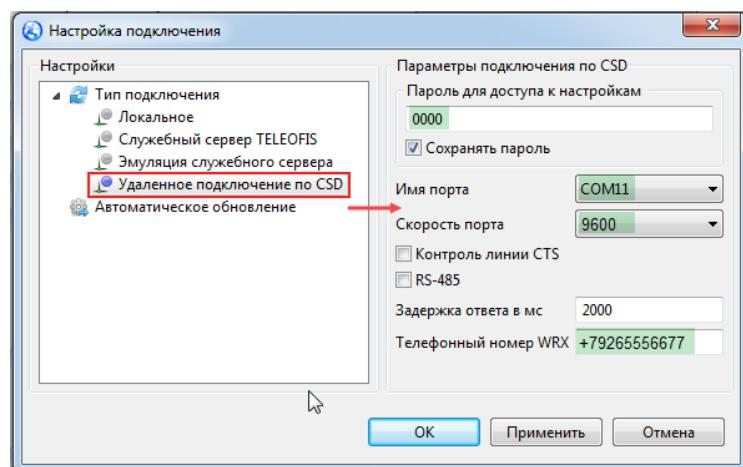

Рис. 36. Настойка подключения по CSD.
- В окне **Настройка подключения** в левой части окна выберите **Удалённое подключение по CSD** и пропишите параметры подключения: имя и скорость виртуального COM-порта подключённого модема, пароль для доступа и телефонный номер терминала WRX, на который будет поступать исходящий CSD-вызов (Рис. 36).